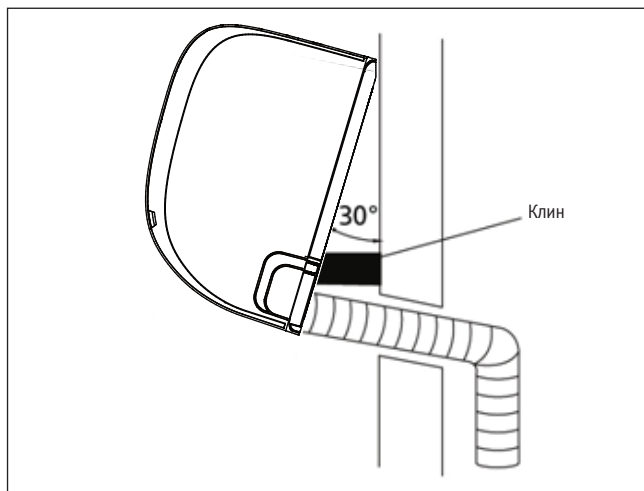

Рис. 17.
3. С помощью изоляционной ленты плотно свяжите сигнальный провод, трубы подачи хладагента и сливной шланг вместе. Необходимо проверить комплектность всех элементов в связке в соответствии с **рис. 17**.
2. Для поддержания блока необходимо использовать скобу или клин, это обеспечит достаточно пространства для подключения труб подачи хладагента, сигнального кабеля и сливного шланга. Пример показан на **рис. 17**.